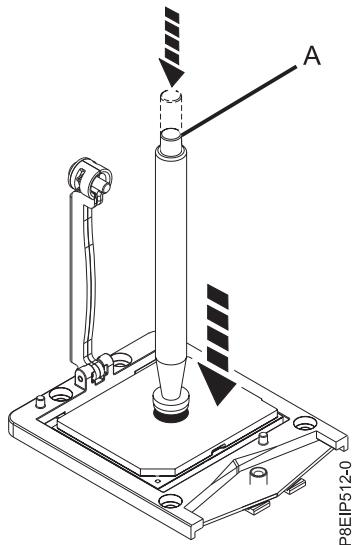

図 69. 取り外しツールをシステム・プロセッサー・モジュールの上に下ろす
3. 真空ペン・ツールを、取り付けるシステム・プロセッサー・モジュールの上に下ろします。ペン (A) の上部を完全に押し込み、ペンをプロセッサー・モジュールの中央に保持します (図 69 を参照)。ペンの上部を放して、ペンをプロセッサー・モジュール上に固定します。